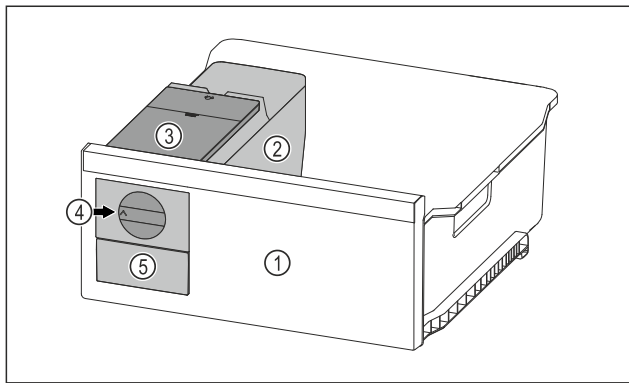

Fig. 70 Примерно изображение
- ▶ Завъртете въртящото се копче Fig. 70 (4) по часовниковата стрелка до упор.
- ▷ Ледените кубчета падат от формата за ледени кубчета в чекмеджето за ледени кубчета Fig. 70 (5).